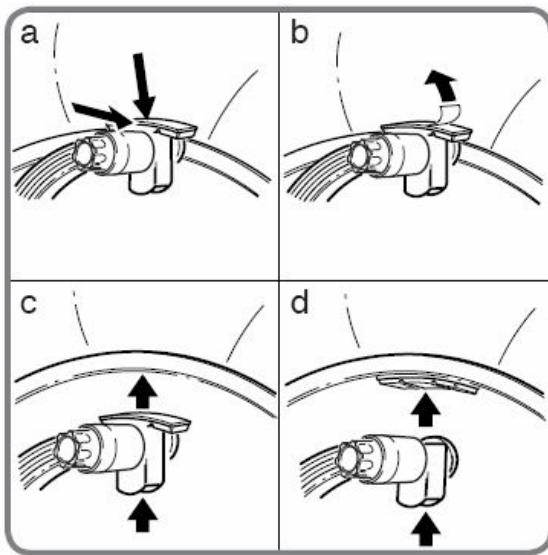

Рис. 16
- Ограничитель давления/фильтр имеет автоматическую систему сброса конденсата. Это устройство автоматически открывается когда сбрасывается давление сжатого воздуха. Конденсат должен сбрасываться вручную (кнопка A рис.16), когда уровень выше отметки X (рис.16).